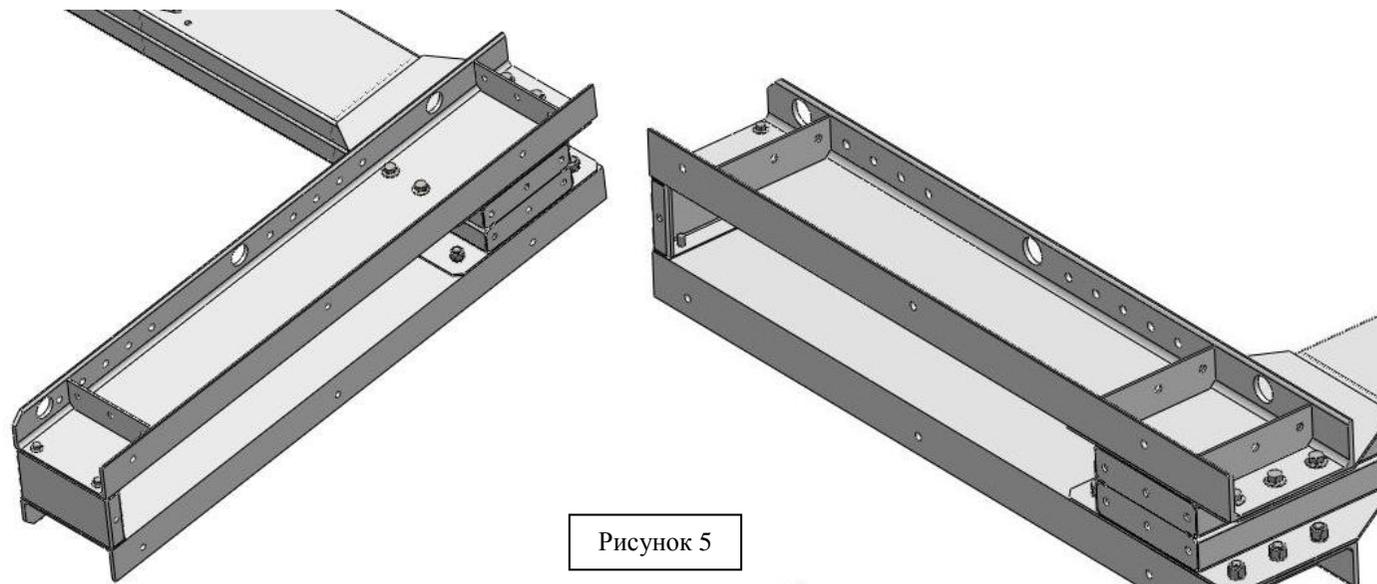

Рисунок 5
3. Установить и закрепить аналогично вторую часть основания (рисунок 5).